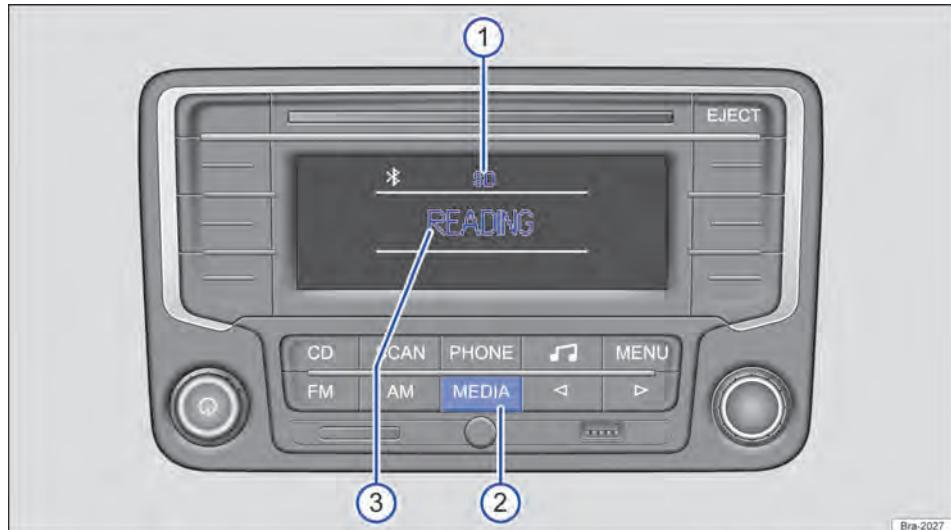
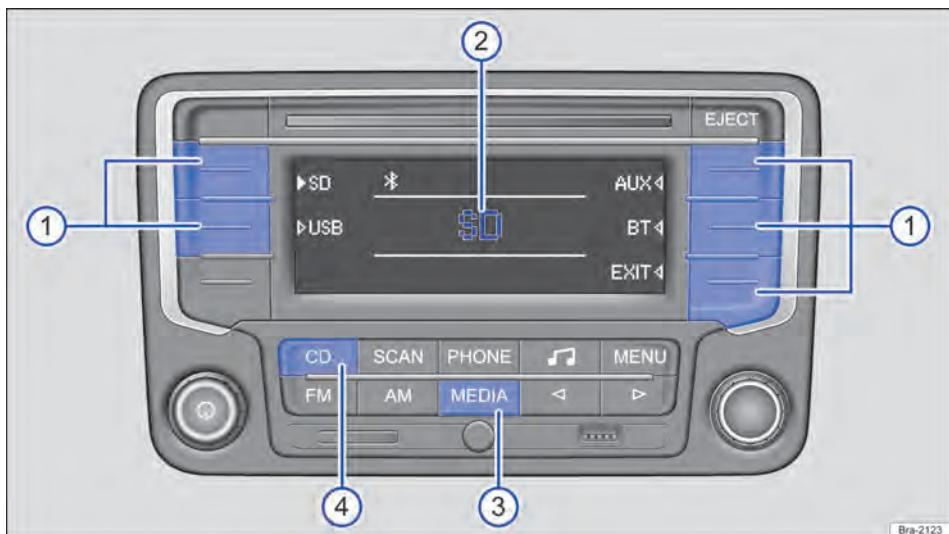

Fig. 137 Exemplo de exibição na operação de mídia: o rádio lê arquivos de um cartão SD.
Fig. 138 Exemplo de exibição na operação de mídia: a reprodução da última fonte de mídia tocada é continuada, outras fontes de mídia são selecionáveis.
Na operação de mídia podem ser selecionadas e controladas diferentes fontes de mídia. Para trocar para a operação de mídia, pressionar brevemente o botão do aparelho **[MEDIA]** → Fig. 137 ②.
Se a última fonte de mídia tocada ainda estiver conectada, a reprodução dessa fonte de mídia será automaticamente continuada e na troca para a operação de mídia ela será brevemente exibida no centro do display → Fig. 138 ②.
Na operação de mídia em execução, a fonte de mídia selecionada sempre será exibida na parte superior central do display → Fig. 137 ①.
→ Página 163, *Selecionar as fontes de mídia* são exibidas na área lateral do display → Fig. 138. Em algumas situações de operação, por exemplo, enquanto o rádio lê uma fonte de mídia, nenhuma fonte de mídia é selecionável → Fig. 137.
No centro do display é exibido o status atual da fonte de mídia, por exemplo, READING, enquanto o rádio lê uma fonte de mídia → Fig. 137 ③, informações sobre a faixa → Página 165 ou mensagens de erro:
Iniciar a operação de mídia → Página 162, *Menu principal MEDIA*. Se a última fonte de mídia tocada ainda estiver conectada, a reprodução dessa fonte de mídia será automaticamente continuada e na troca para a operação de mídia ela será brevemente exibida no centro do display → Fig. 138 ②.
Nas áreas laterais do display são exibidas todas as fontes de mídia selecionáveis → Fig. 138. Selecionar a fonte de mídia desejada da seguinte maneira:
- Pressionar brevemente o botão de função programado com a fonte de mídia desejada → Fig. 138 ①.
- **OU:** pressionar o botão do aparelho **MEDIA** tantas vezes necessárias até que seja exibida a fonte de mídia (exceto CD) → Fig. 138 ③.
- **OU:** pressionar o botão do aparelho **CD** para reproduzir um CD da unidade de CD interna → Fig. 138 ④.